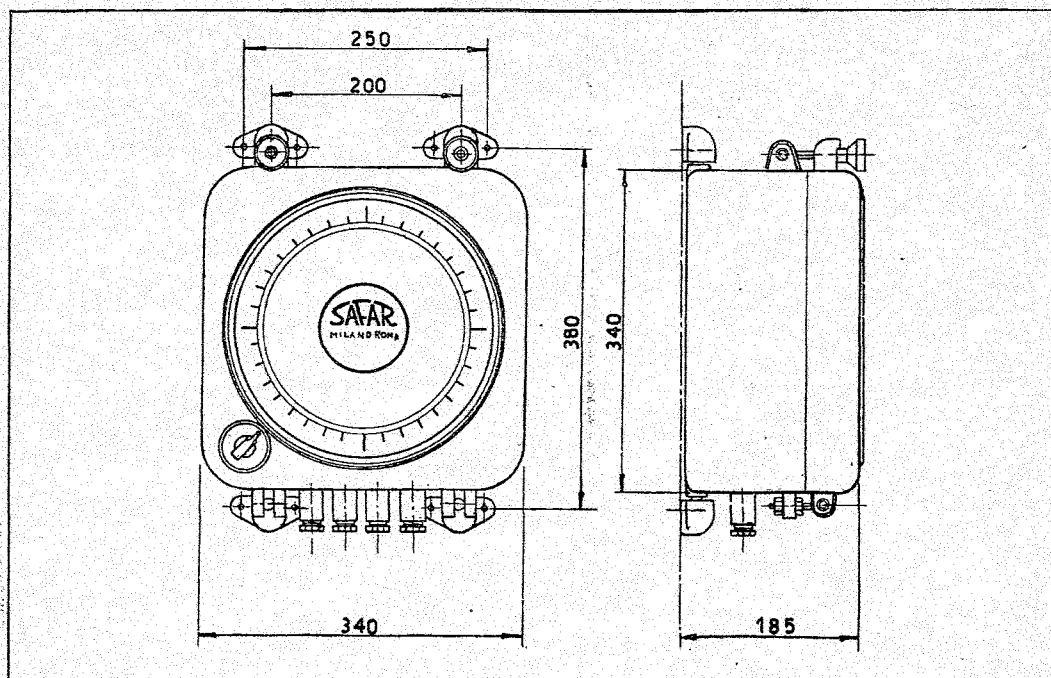

Fig. 5 - Indicatore ottico di profondità.
2. - 4. Indicatore ottico di profondità (Fig. 5)